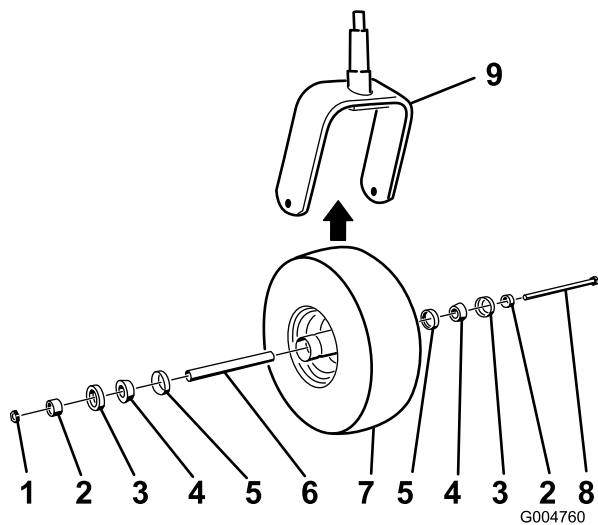

Bild 54
2. Entfernen Sie die Sicherungsmutter von der Schraube, mit der das Laufrad an der der Gabel befestigt ist (Bild 54).
- Montieren Sie das Laufrad, indem Sie die konischen Lager und Dichtungen, die mit Schmiermittel gefüllt sind, in die Radnabe drücken, siehe Bild 54 für die Positionierung.